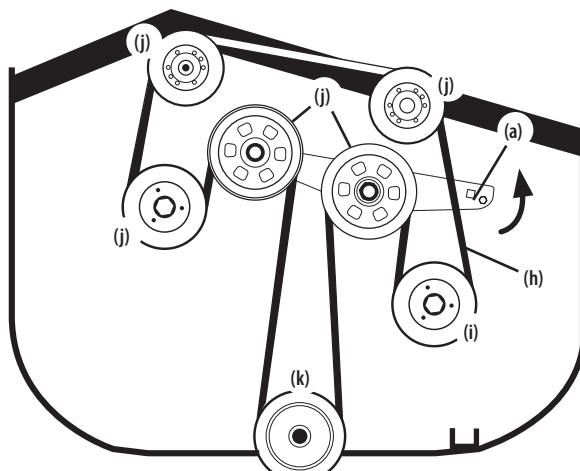

Figura 39
- Con una herramienta de 1/2" (12.7 mm) en el soporte de la polea loca (g), gire la llave hacia el frente de la cortadora de césped y deslice la correa de transmisión de la PTO (h) para sacarla de la polea del husillo de la derecha (i) (Figura 39).